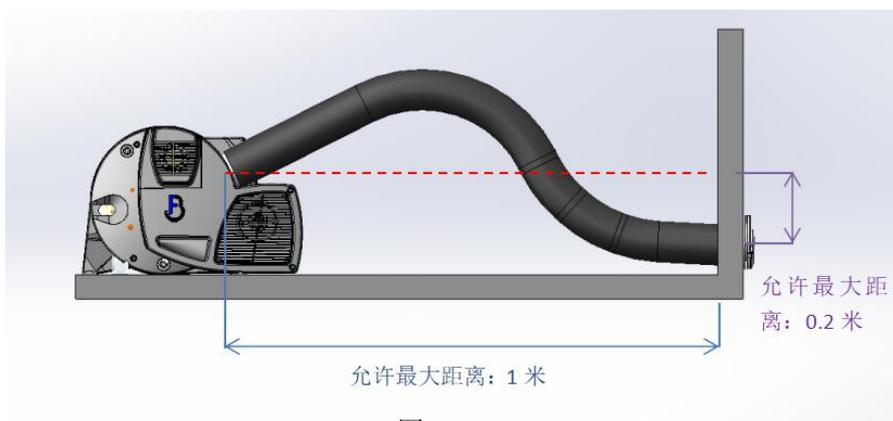

图 11
4. 当 $0.6 \text{ 米} \leq \text{管长} < 1 \text{ 米}$ 时，进排气口安装在红色水平线以下，并满足以下要求。如图 11 所示。